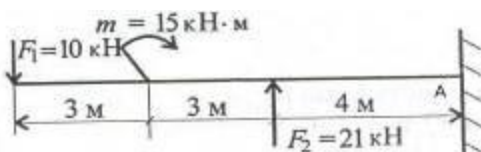

Рисунок 3 – Схема нагружения к заданию 1 темы 2.5.
**Задание 3.** Решить задачу: Однородная жесткая плита, силой тяжести 10 кН оперта в точке А и подвешена на стержне ВС круглого поперечного сечения. Определить диаметр стержня, если предел текучести материала стержня 570 МПа, запас прочности двухкратный (рисунок 3).